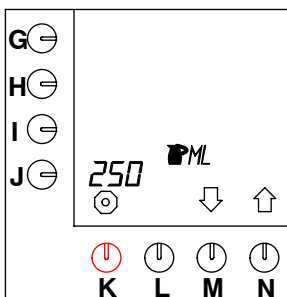

Fig. 26 Contenuto di un bricco
- Premere il tasto di selezione (N.)↑ fino a che sullo schermo viene visualizzato quanto illustrato nella fig. 26 .